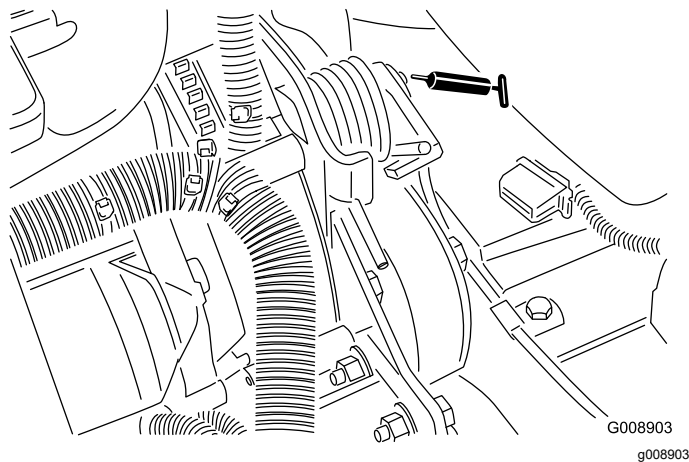

Figure 68
- Pivot de tension de courroie (Figure 68)